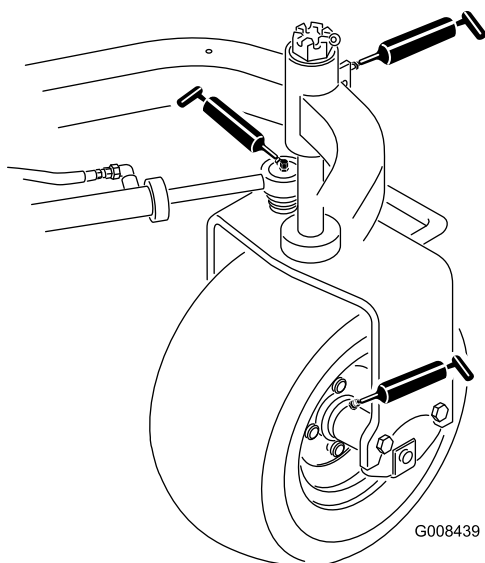

図 41
- ・ 後ホイール・ハブ (1ヶ所; 図 41)
- ・ キャスタ・ベアリング (1ヶ所; 図 41)
- ・ ステアリング・シリンダ (2ヶ所; 図 41)